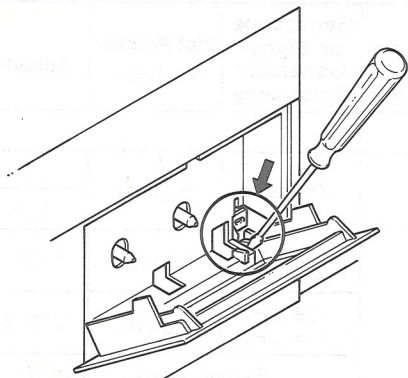

Fig. 1
1. Cassette lid Removal (Fig. 1)